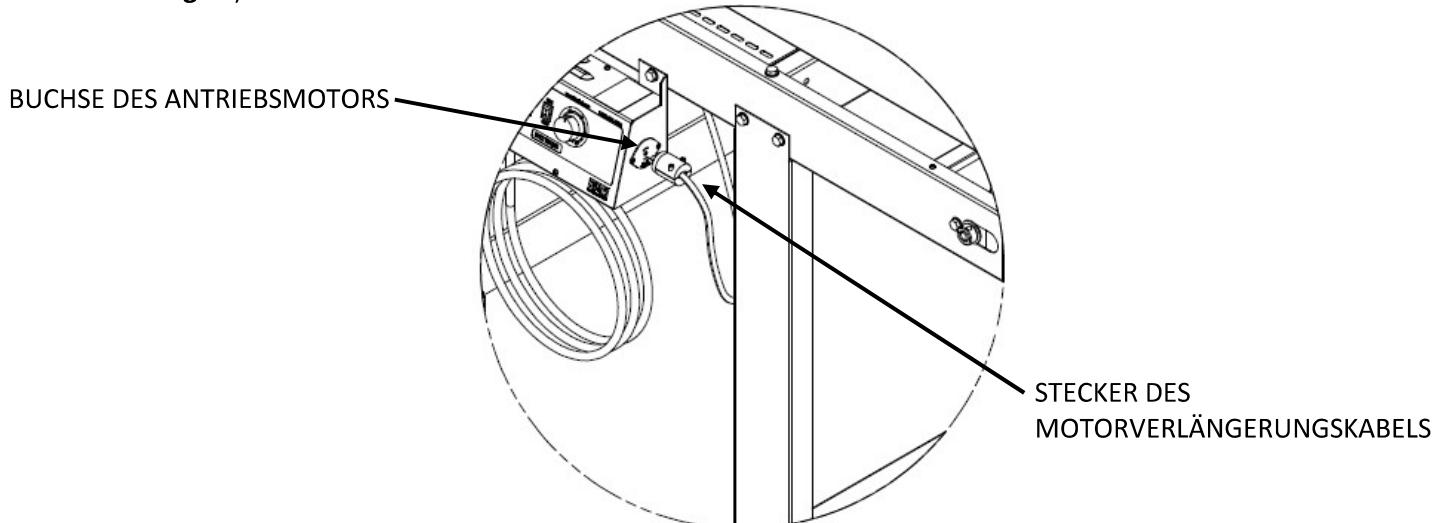

Abbildung 10
2. Setzen Sie den **ANTRIEBSMOTORSTECKER** in die **BUCHSE DES MOTORVERLÄNGERUNGSKABELS**. Drehen Sie den Stecker, um ihn zu arretieren. Setzen Sie den **STECKER DES MOTORVERLÄNGERUNGSKABELS** in die **BUCHSE DES ANTRIEBSMOTORS** auf der **BEDIENKONSOLE**. Drehen Sie den Stecker zum Einrasten (siehe Abbildung 10).